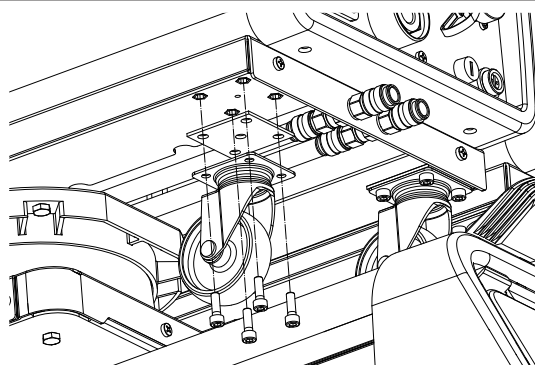
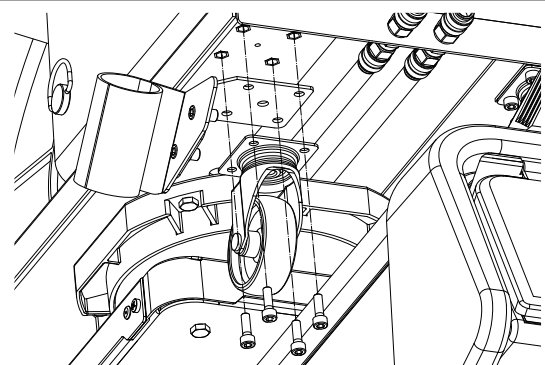

Fig. 22
Fig. 23
Nel carrello trainafilo **1** smontare la ruota anteriore sinistra e sostituire la piastra di 2mm (fig. 22) con il porta torcia sinistro e rimontarlo con la ruota (fig 23).
*In the wire feed unit **1**, remove the left front wheel and replace the 2 mm plate (fig. 22) with the torch left support and assemble it with the wheel (fig. 23).*
En el carro arrastrahilo **1**, retire la rueda delantera izquierda y reemplace la placa de 2 mm (fig. 22) con el soporte de la antorcha izquierda y vuelva a ensamblarla con la rueda (fig. 23).